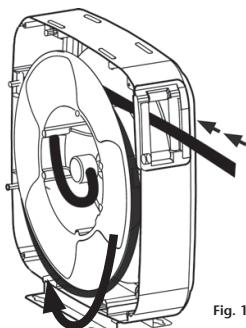

Fig. 12
2. Unwind one turn and pull the hose (fig. 12).
2. Linda av ett varv slang från trumman. (fig 12)
2. Wickeln Sie eine Windung von der Schlauchtrommel ab (Fig. 12)